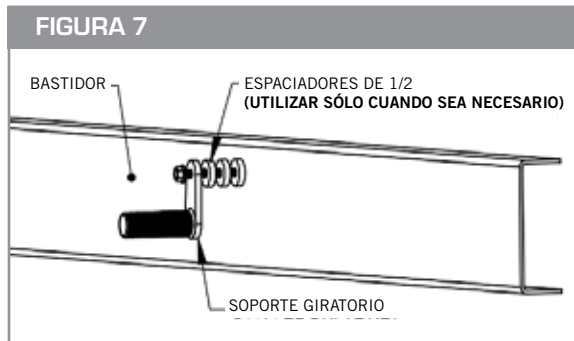

FIGURA 8
- Una vez que los soportes estén en posición con el guardafango, apriete el tornillo de 5/8" x 4-1/2" que pasa por el soporte giratorio (10001474) para fijar el giratorio de forma segura al bastidor. (Ver la Figura 8)